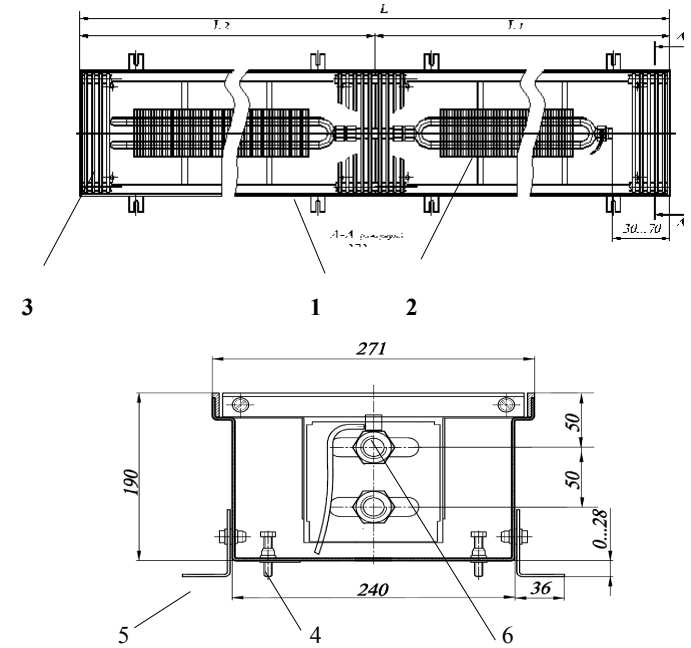

Рис. 1 Конвектор КРК 27.19 60...300 концевой высотой 190 мм.
Конвекторы имеют (см. рис.1):
4.2 Размеры и технические характеристики изделий представлены на Рис.1, 2 и в таблице .
5.5 После соединения теплового пакета с трубопроводами и запуске системы отопления, при необходимости, выполнить удаление воздуха. Для этого свободный конец пластиковой трубки воздухопускного клапана 6 (см. рис.1) опустить в заранее приготовленную емкость для слива воды. Ключом отвернуть клапан на 0,5-1,5 оборота. После удаления воздуха, клапан закрыть.